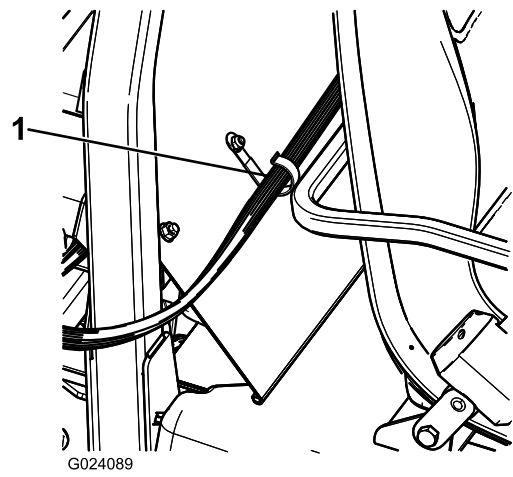

**Figura 16**
4. Instale dos abrazaderas en J en la consola central, en los puntos indicados en Figura 16, usando los tornillos existentes.